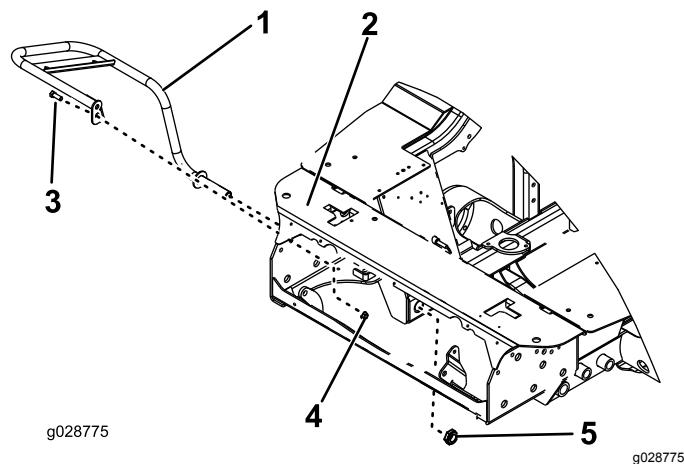

Figura 15
2. Retire o parafuso e porca que ligam o suporte do eixo do travão (Figura 15).
3. Através do furo frontal grande na estrutura, instale a proteção e instale, sem apertar, a porca de bloqueio sextavada (Figura 15).
4. Monte o parafuso e porca previamente removidos através da proteção e aperte-os (Figura 15).